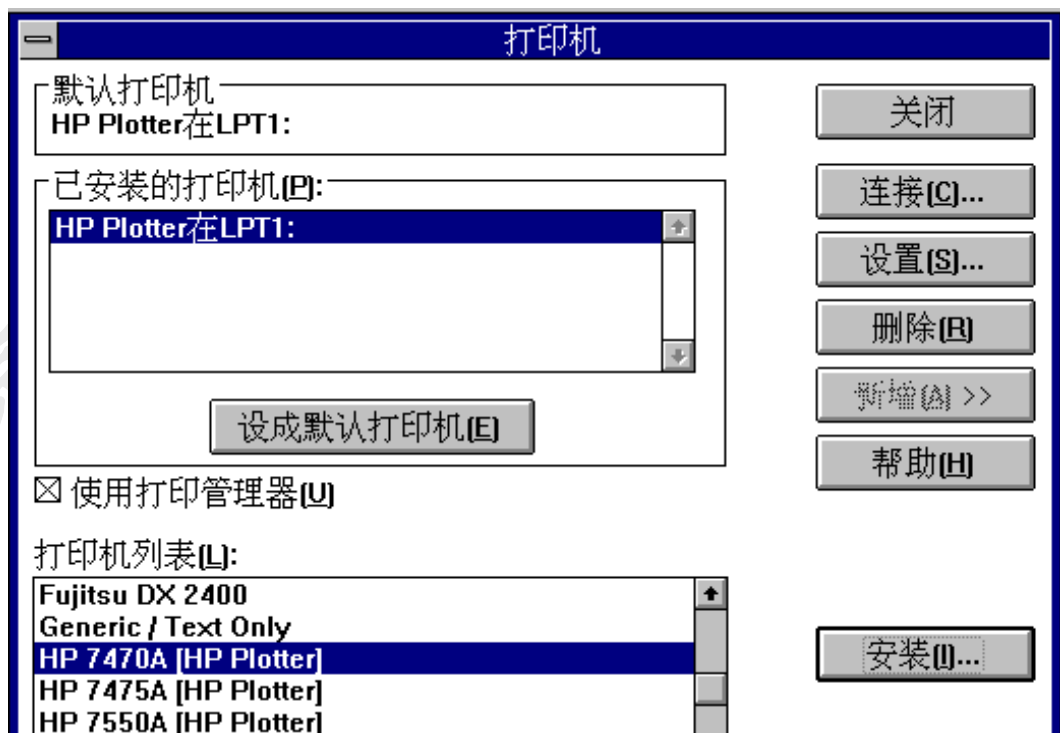

图 6-20 安装打印机（5）
5) 插入带有驱动程序的磁盘，或者单击“浏览”找到打印驱动程序的位置按确定，打印机安装成功。如图 6-20 所示。